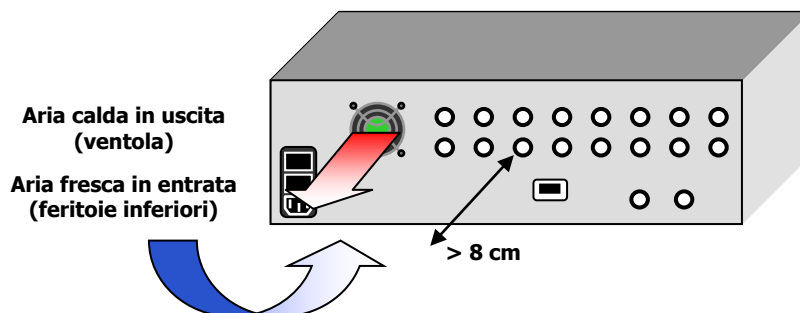

FIG. 4: Flusso d'aria di raffreddamento dell'elettromiografo EMG-USB2 e spazio libero minimo sul retro
- Non ostruire la griglia della ventola (FIG. 4)